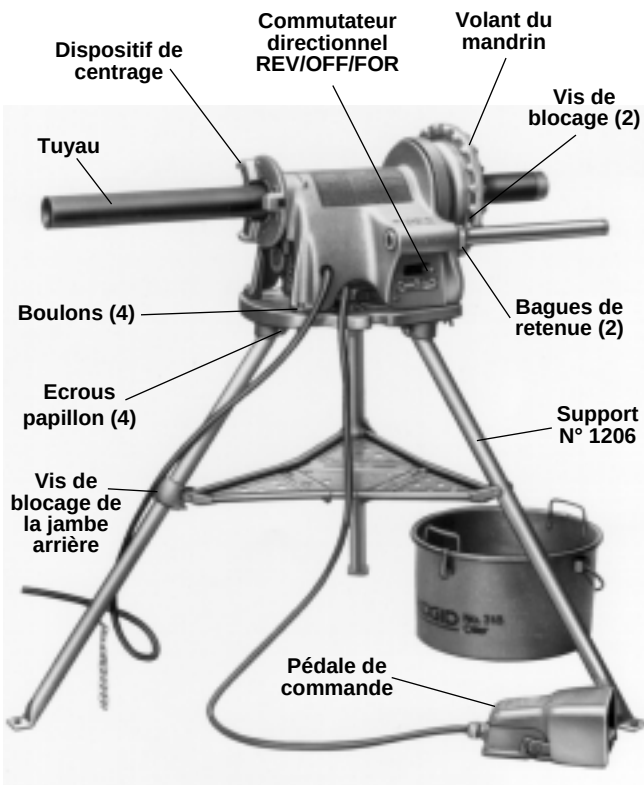

Figure 3 – Système d'entraînement N° 300 monté sur support N° 1206 avec dispositif de lubrification N° 418
- Repérez la vis de blocage du support de jambe de plateau qui se trouve sur la jambe arrière (Figure 3).
2. Montez le système d'entraînement sur le support à l'aide des boulons et écrous papillon prévus (Figure 3).
1. Assurez-vous que le système d'entraînement est débranché et que le commutateur directionnel est en position OFF (arrêt) (Figure 3).
4. Assurez-vous que la pédale de commande est en place et qu'elle est raccordée au système d'entraînement (Figure 3).
4. Lorsque le tuyau déborde de plus de quatre (4) pieds par rapport à l'extrémité du système d'entraînement, servez-vous d'un ou de plusieurs porte-tubes afin d'empêcher le renversement et l'oscillation du tuyau.
6. Si nécessaire, remplissez le système de lubrification N° 418 d'huile de coupe RIDGID Thread Cutting Oil. Positionnez le système de lubrification sous l'avant du système d'entraînement (Figure 3).